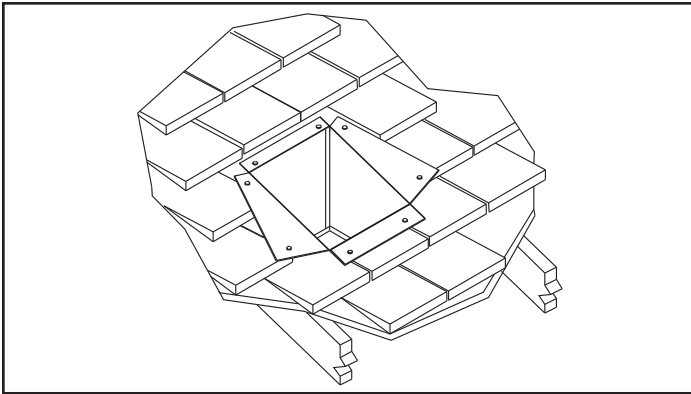

Figure 3.40
**Étape 5** – Coupez la boîte de support depuis les coins supérieurs jusqu'au niveau du toit au moyen d'une cisaille de ferblantier et pliez les pans de façon à recouvrir le revêtement du toit. Les pans peuvent être rognés si nécessaire (figure 3.40). Avant de la clouer au toit, placez un cordon de mastic ne durcissant pas autour de la boîte de support pour créer un joint étanche entre la boîte et le toit. Sortez tous les matériaux combustibles de l'intérieur de la boîte de support.